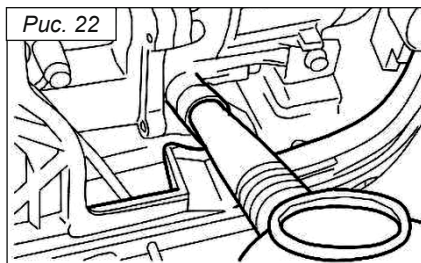

Рис. 22
6. Залейте свежее моторное масло до верхнего уровня, рис. 22.